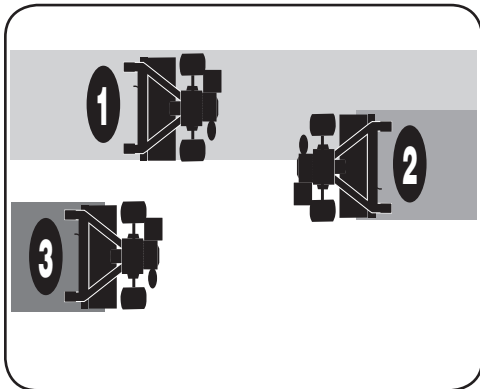

Figura 3-9
- Si las dimensiones del jardín no permiten la labranza en sentido longitudinal y luego en sentido transversal, traslape las primeras pasadas por la mitad del ancho de la cultivadora, continuando con sucesivas pasadas a un cuarto del ancho. Vea la Figura 3-9.